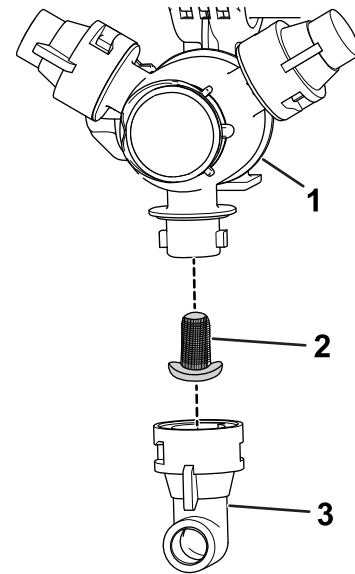

Bild 107
- Nehmen Sie die Düse vom Sprühdrehkreuz ab (Bild 107).
- Entfernen Sie den alten Düsenfilter (Bild 107).
- Setzen Sie den neuen Düsenfilter ein (Bild 107).
- Setzen Sie die Düse auf das Sprühdrehkreuz auf (Bild 107).